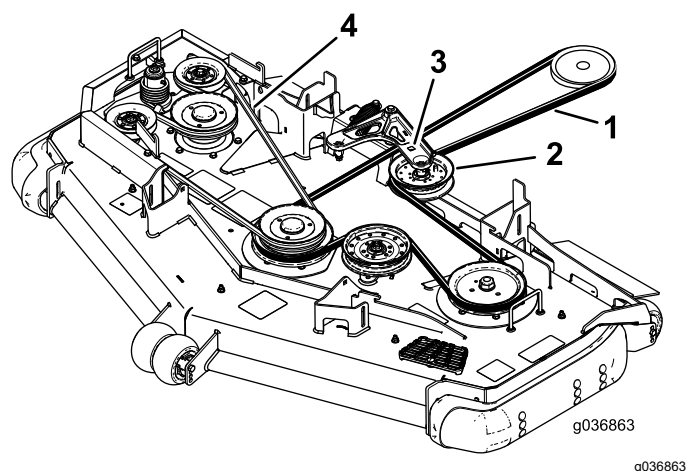

Figure 98
6. Insérez un rochet dans le trou carré du bras de la poulie de tension pour détendre le ressort de la poulie de tension (Figure 98).
8. Acheminez la courroie neuve autour des poulies du tablier de coupe et de la poulie d'embrayage, sous le moteur (Figure 98).
10. Insérez le rochet dans le trou carré et chaussez la courroie sur la poulie de tension à ressort (Figure 98). Engagez les extrémités du ressort dans les rainures d'ancrage.